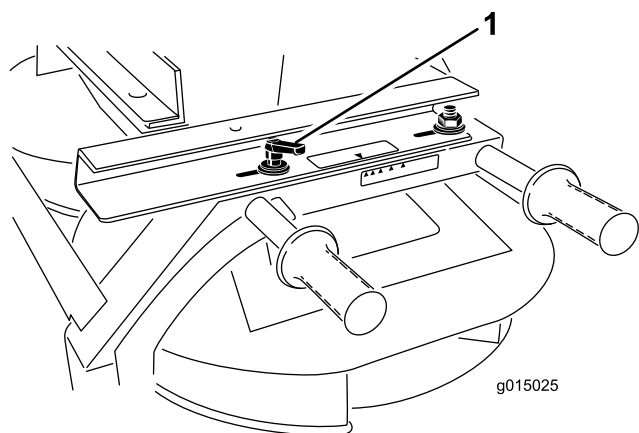

図 43
1. ツインスピナーの左右にあるハンドルをゆるめる 図 43。